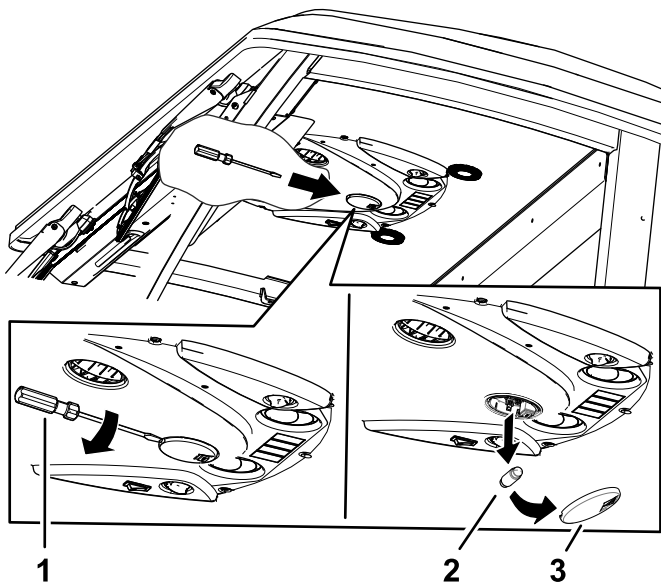

図 90
1. ねじ回しを使ってコントロールパネルからレンズを外す 図 90。
2. ベースから電球を外す 図 90。